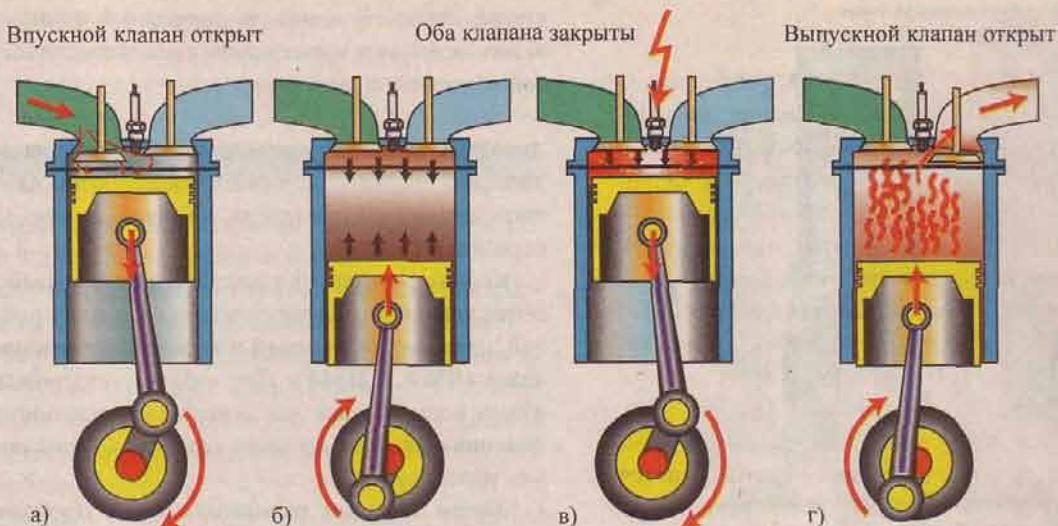

Рис. 8 Рабочий цикл четырехтактного карбюраторного двигателя
#### Первый такт – впуск горючей смеси (рис. 8а).
#### Второй такт – сжатие рабочей смеси (рис. 8б).
**Третий такт - рабочий ход (рис. 8в).**
**Четвертый такт - выпуск отработавших газов (рис. 8г)**